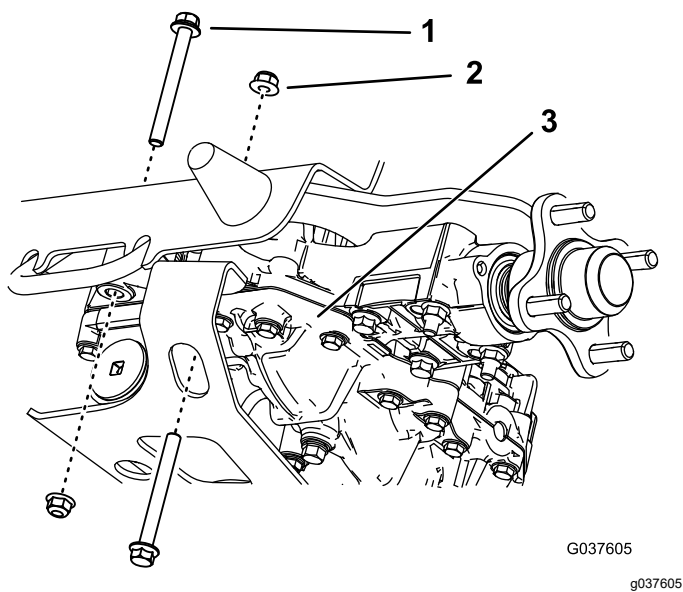

図 9
5. 右側右トランスアクスから、リアボルト2本とナット2個を外す 図 9。ナットは捨てないこと。